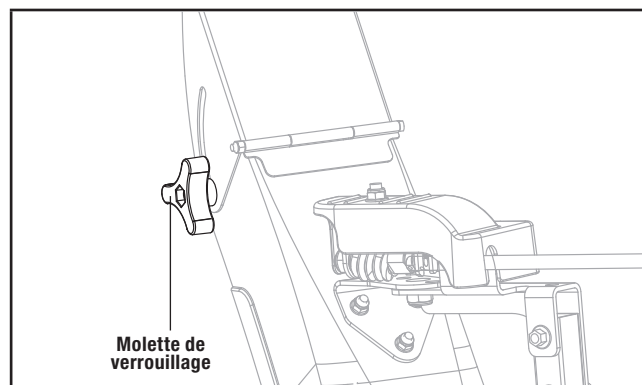

Figure 14
1. Desserrez la molette de verrouillage afin de régler le déflecteur de décharge de la neige à une hauteur appropriée (figure 14).